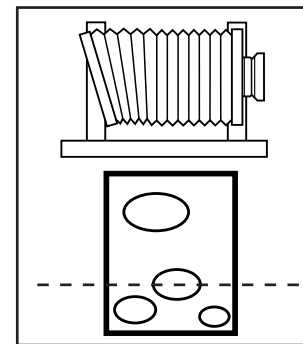

図4 Fig.4
4. チルトを行なって画面上の他の部分にピントが合うようにします。(図4)
4. General focus may be obtained over an inclined surface by appropriate tilting of the rear main frame. (fig.4)